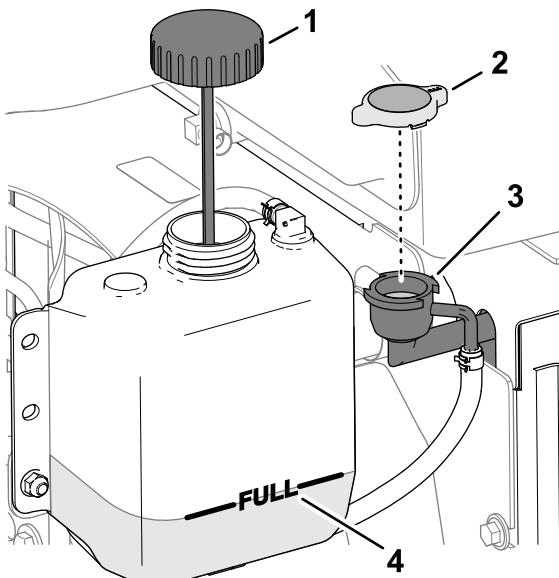

Bild 155
3. Nehmen Sie den Kühlerdeckel ab (Bild 155).
Hinweis: Der Kühlmittelstand ist korrekt, wenn er bis zur Oberkante des Einfüllstutzens des Kühlers reicht (Bild 155).